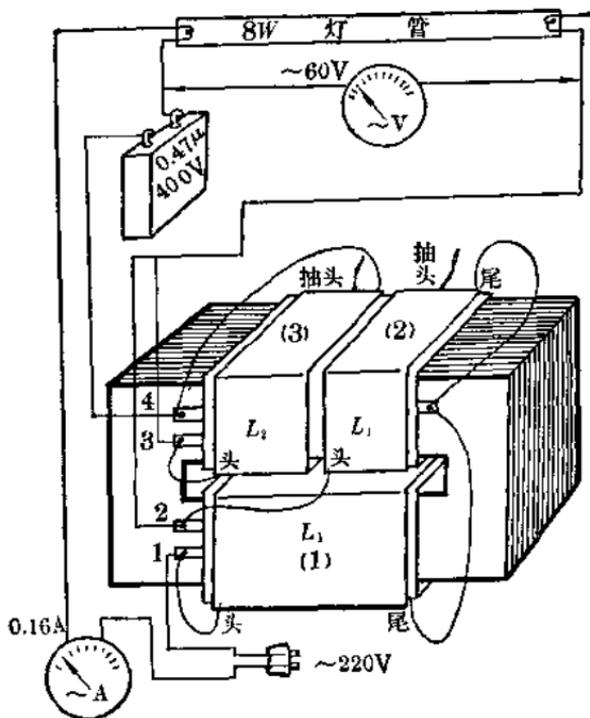

图 9
之间短路,绕到按图 9 所示匝数时,把线包包扎好从摇线机上取下来,敲出木芯,线包就算绕好。见图 7 所示。
5. 将灯管、漏磁变压器、油浸质电容器等连接成 8W 无触点启动新型日光灯电路。见图 9。经过检查接线无误时,就可把电源插头插入交流电源插座里,这时灯管就会启动发光。